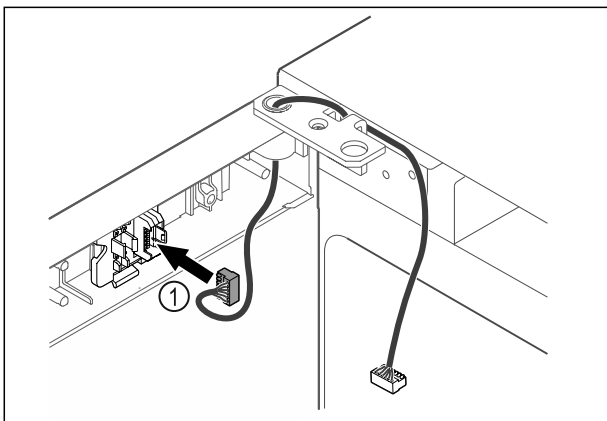

Fig. 45
- Stecker Fig. 45 (1) in Steckerhalterung einstecken.